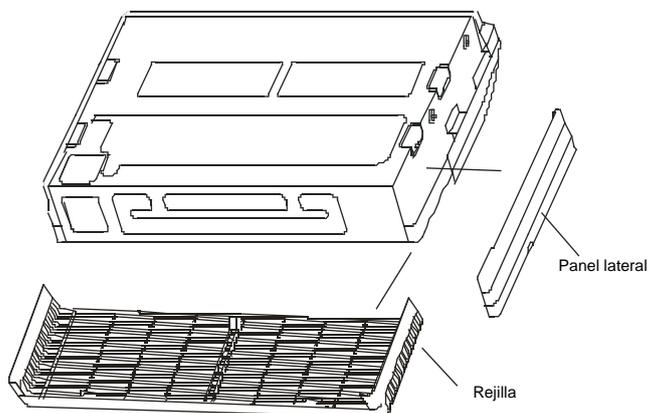

Fig. 4-10
- Extraiga el panel lateral y la rejilla (vea la Fig. 4-10). (En los modelos 140 y 160 no saque la rejilla.)